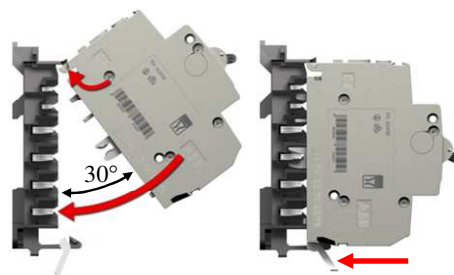

Рис. 20.
**Монтаж аппаратов системы Smisline** на соответствующие шины осуществляется чрезвычайно легко и просто – достаточно завести примерно под углом в 30° корпус аппарата под выступающий профиль шасси в верхней части и зафиксировать аппарат с помощью фиксатора в нижней части шасси (рис. 20, слева).
тания и включить аппарат. Для снятия аппарата с шасси необходимо приложить небольшое усилие, нажав на фиксатор на шасси (рис. 20, справа).